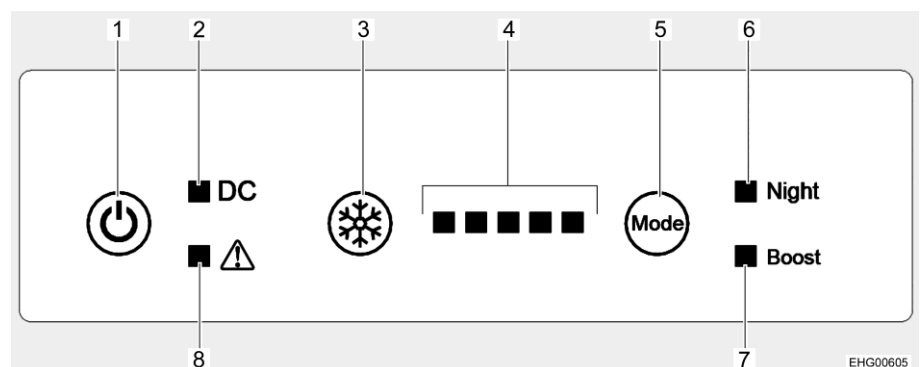

Fig. 110 Boutons de commande (réfrigérateur)
- Appuyer sur la touche Marche/Arrêt (Fig. 110,1) pendant 1 seconde. Le vibreur sonore retentit, tous les voyants de contrôle s'allument (test des voyants) et s'éteignent au bout d'environ 10 secondes. Seul le voyant de contrôle du fonctionnement (Fig. 110,2) reste allumé et indique que le réfrigérateur est en fonction. Le compresseur démarre au bout d'un court retard.
- Appuyer sur la touche Marche/Arrêt (Fig. 110,1) pendant 10 secondes. Le vibreur sonore retentit et tous les voyants de contrôle s'éteignent.
- Appuyer sur la touche de puissance de réfrigération (Fig. 110,3) jusqu'à ce que la puissance souhaitée soit affichée. Plus il y a de voyants de contrôle allumés (Fig. 110,4) plus la puissance de réfrigération (et la consommation en énergie) est élevée.
- Appuyer sur la touche Mode de fonctionnement (Fig. 110,5) jusqu'à ce que le voyant de contrôle du mode nocturne (Fig. 110,6) s'allume. Le réfrigérateur fonctionne maintenant en mode nocturne.
- Appuyer sur la touche Mode de fonctionnement (Fig. 110,5) jusqu'à ce que le voyant de contrôle du mode nocturne (Fig. 110,6) s'éteigne. Le réfrigérateur fonctionne de nouveau en mode normal.
- Appuyer sur la touche Mode de fonctionnement (Fig. 110,5) jusqu'à ce que le voyant de contrôle du mode boost (Fig. 110,7) s'allume. Le réfrigérateur fonctionne maintenant en mode boost.
- Appuyer sur la touche Mode de fonctionnement (Fig. 110,5) jusqu'à ce que le voyant de contrôle du mode boost (Fig. 110,7) s'éteigne. Le réfrigérateur fonctionne de nouveau en mode normal.